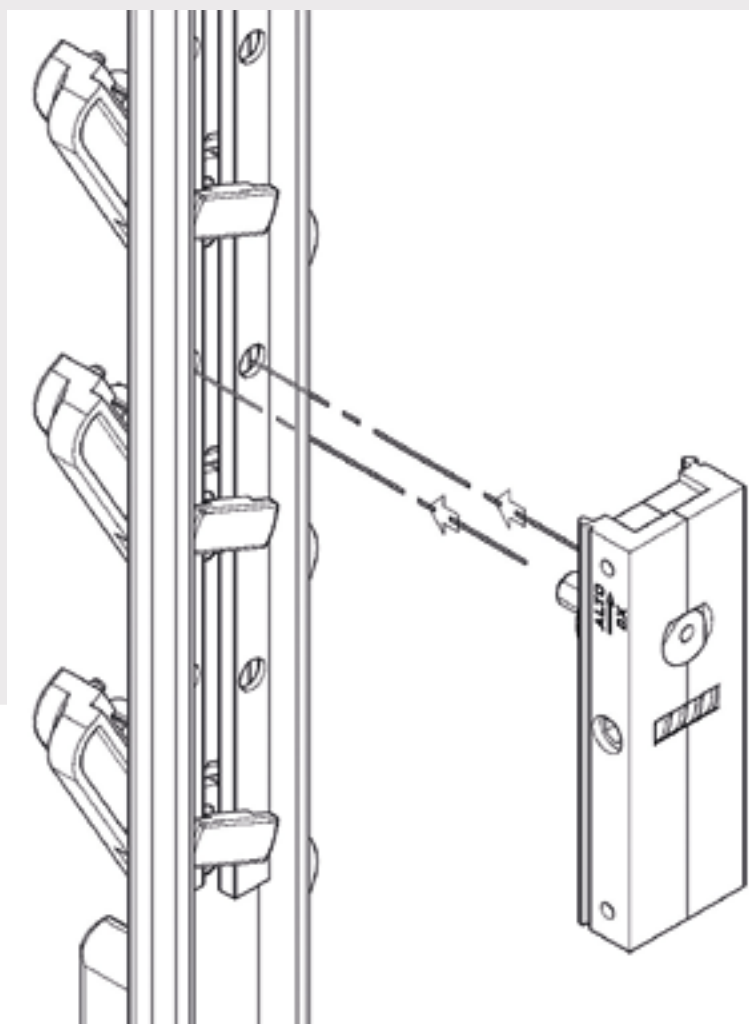

Fig. 1
4. Applicare il trasmis maniglia o pomello sul meccanismo a misura desiderata. Inserire i pernetti dell'ingranaggio nei fori delle astine e far alloggiare a scatto il trasmis nel profilo di alluminio. (Fig. 1)
4. Put the trasmis handle or trasmis knob on the mechanis according to the required size. Insert the pins of the gear into the holes and snap the trasmis into the aluminium profile. (Fig. 1)